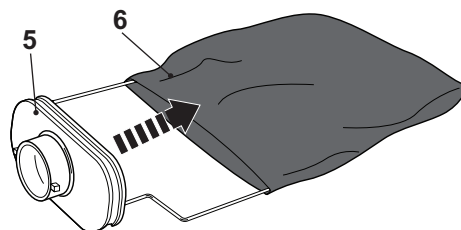

Fig. 4
- > Replacez le sac à poussière (6) sur le raccord (5) (Fig. 4) et fixez-le à nouveau sur le produit.